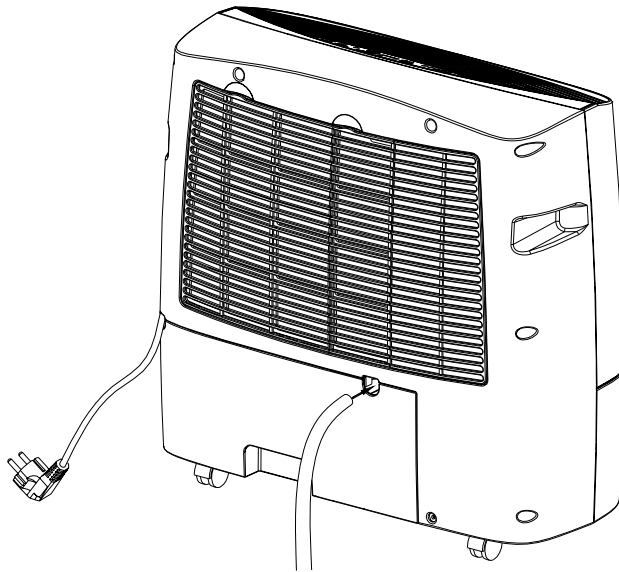

Abb. 3
1. Einen Schlauch (Innendurchmesser 12 mm) an den Wasserausgang anschließen (Abb. 3). Dieser Schlauch gehört nicht zum Lieferumfang.